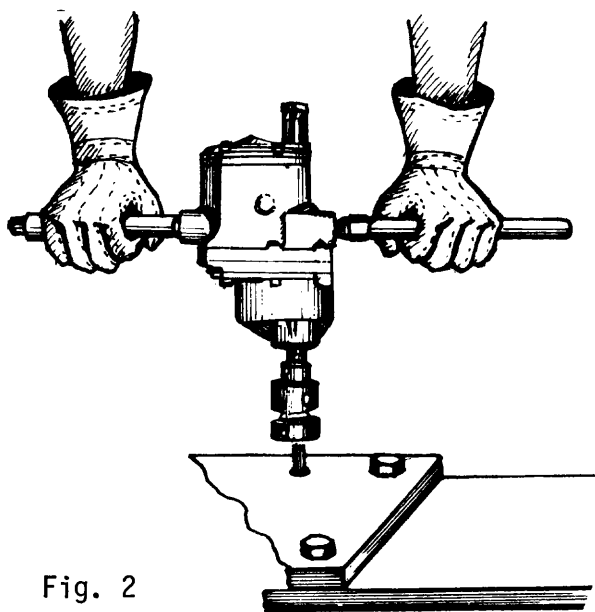

Fig. 2
- b Introduzca paulatinamente el escariador en la perforación (fig. 2).